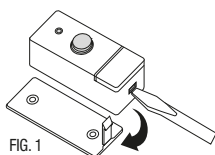

FIG. 1
1. Con un piccolo cacciavite a lama piatta spingere verso l'interno la linguetta liberando così la base. (Fig. 1)